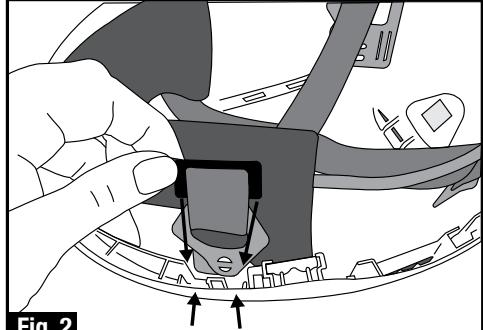

Fig. 2
- Slide suspension key into slot as shown and press key fully into slot (Figure 2) – repeat for other three suspension keys.
- Glissez la languette de la coiffe dans la fente comme indiqué et enfoncez complètement la languette dans la fente (Figure 2) – répétez pour les trois autres languettes de la coiffe.